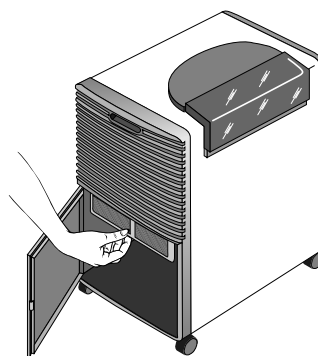

Fig. 4
- Per togliere il filtro dell'aria, aprite lo sportello, rimuovete la tanica ed estraete il filtro tirandolo verso il basso (fig. 4).